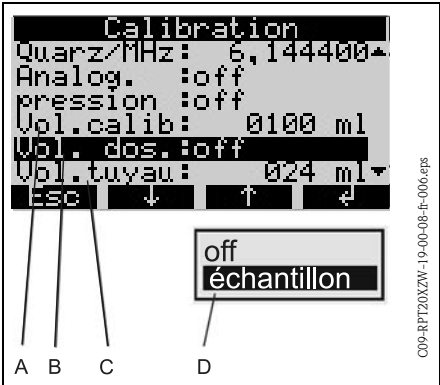

Fig. 19: Menu CALIBRATION
4. Appeler le menu CALIBRATION sur le pupitre de commande (→ Fig. 19; par SET - SERVICE - CALIBRATION).
5. Entrer le volume d'étalonnage souhaité dans le champ VOL.CALIB. (→ Fig. 19, Pos. A).
6. Sélectionner "VOL. DOS." (→ Fig. 19, Pos. B).
7. Lancer un prélèvement d'échantillon en sélectionnant la fonction ECHANT. dans la liste de sélection (→ Fig. 19, Pos. D). Patienter jusqu'à la fin du cycle de prélèvement.